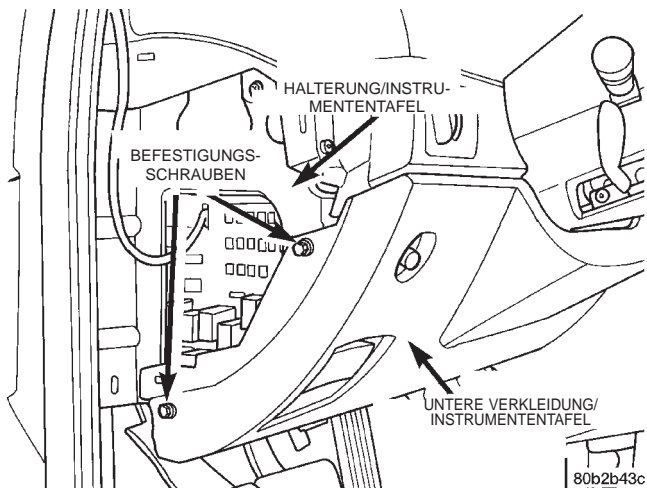

Abb. 63 Befestigungsschrauben/Untere Instrumententafelverkleidung
(9) Die 2 Schrauben hinter der Abdeckung des Sicherungskastens lösen (Abb. 63), mit denen die untere Instrumententafel-Verkleidung an der Montagehalterung der Instrumententafel befestigt ist.